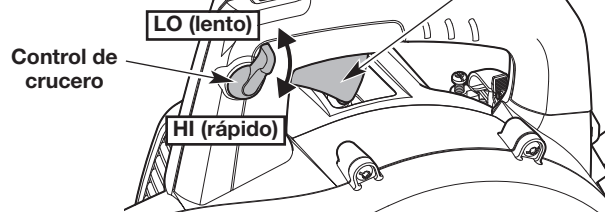

Fig. 3
NOTA: No hay necesidad de encender la unidad. El interruptor de encendido/apagado debe estar en la posición **Encendido (I)** en todo momento (Fig. 3).
4. Apriete y mantenga oprimido el control del acelerador o mueva el control de crucero a la posición **HI (rápido)** (Fig. 3).
NOTA: Continúe **APRETANDO** y **MANTENGA APRETADO** el control del acelerador o mantenga el control de crucero en la posición **HI (rápida)** para **TODOS** los pasos subsiguientes (Fig. 3).
2. Oprima y mantenga apretado el interruptor de encendido/apagado en la posición **Apagado (O)** hasta que el motor se pare por completo (Fig. 3).
- Use el control de crucero para facilitar la operación continua (Fig. 3).